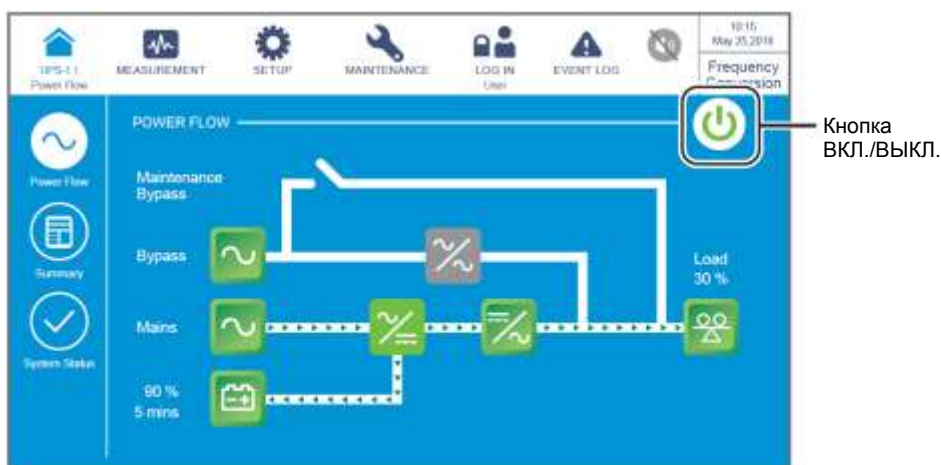

Рисунок 6-57: Экран режима преобразования частоты и кнопка ВКЛ./ВЫКЛ.
- 1) В режиме преобразования частоты на ЖК-дисплее отображается следующий экран (**Рисунок 6-57**), а трехцветный светодиодный индикатор горит зеленым. Расположение трехцветного светодиодного индикатора см. на **Рисунке 2-11**.